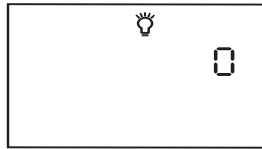

Abb. 6–10 Bildschirm für die Einstellung der LED-Hintergrundbeleuchtung
1. Auf dem Standby- oder dem Überwachungsbildschirm die rechte Benutzer-Taste drücken, bis der Bildschirm LED-Hintergrundbeleuchtung-Einstellung erscheint (siehe Abb. 6–10).